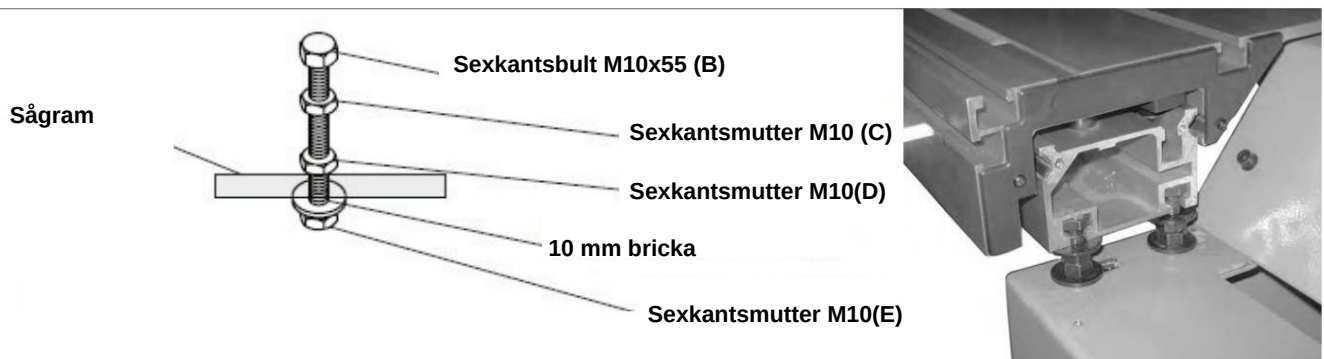

Bild 5-3: Montering och demontering av skjutväggen
• Montera de 4 justerskruvarna för skenan på sågramen. Dra åt muttrarna (pos. D och E, Bild 5-3). Fäst de 4 sexkantsskruvarna på spaken.
• Dra åt sexkantmuttrarna (pos. C, bild 5-3).
• Justera sedan sexkantmuttrarna (pos. D och E, bild 5-3) så att glidplattan är parallell med Huvudtabellen är uppradad.